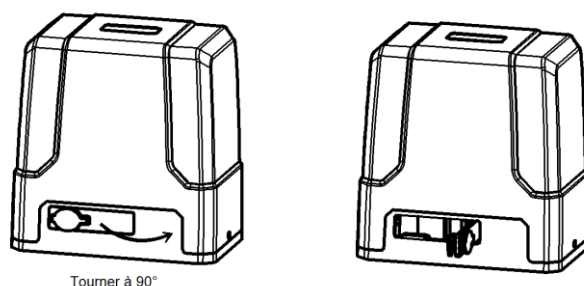

Figure 6
- Déverrouillez la motorisation avant l'installation. La méthode de déverrouillage est la suivante : retirez d'abord le cache en caoutchouc de la serrure, insérez puis tournez la clé pour ouvrir la barre de déverrouillage manuel. Ouvrir la barre jusqu'à 90° comme indiqué sur la figure 6. Faites ensuite tourner l'engrenage de sortie, il doit pouvoir être tourné facilement à la main, cela signifie que le moteur a été déverrouillé. (voir figure 6)